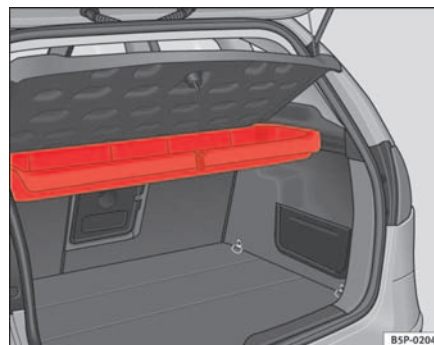
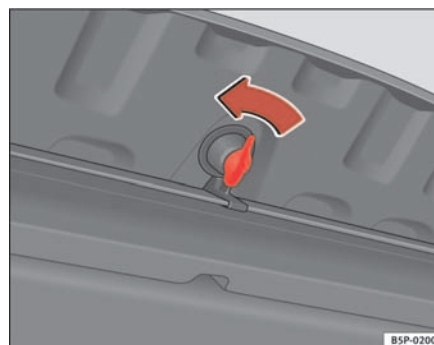

Fig. 119 Alojamento para
Fig. 120 Abertura da
O triângulo de pré-sinalização* está localizado por baixo da prateleira posterior na uma caixa porta-objectos ⇒ página 150, fig. 119. Para abrir esta caixa porta-objectos, gire o trinco 90° ⇒ página 150, fig. 120.
- Abra a caixa porta-objectos, girando o trinco 90° ⇒ página 150, fig. 120.